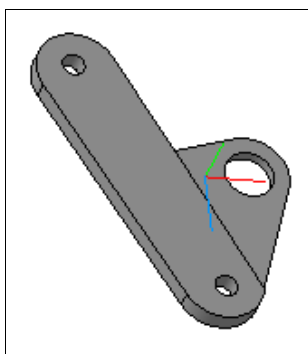

Рис. 17.13. Модель Рычаг
- ◆ нажмите ЛК кнопку **Создать объект**, и система вырежет часть поверхности рычага. Возможно построение, когда вы создаете рычаг толщиной 6, а затем с помощью команды операция выдавливания создает выступ толщиной 1. Самостоятельно создайте модель Рычаг разными способами. У вас должно получиться, как на рис. 17.13.